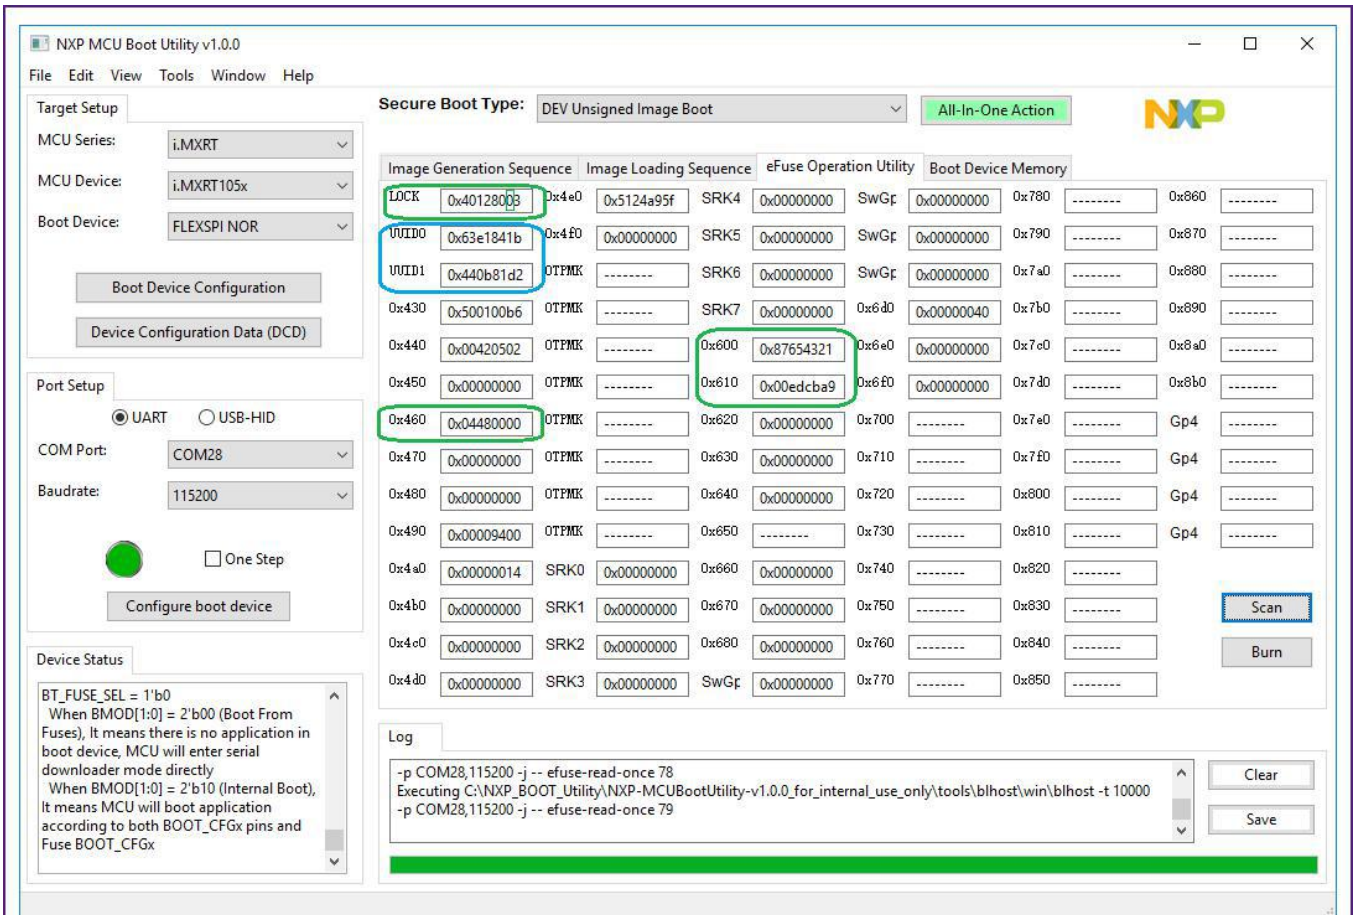
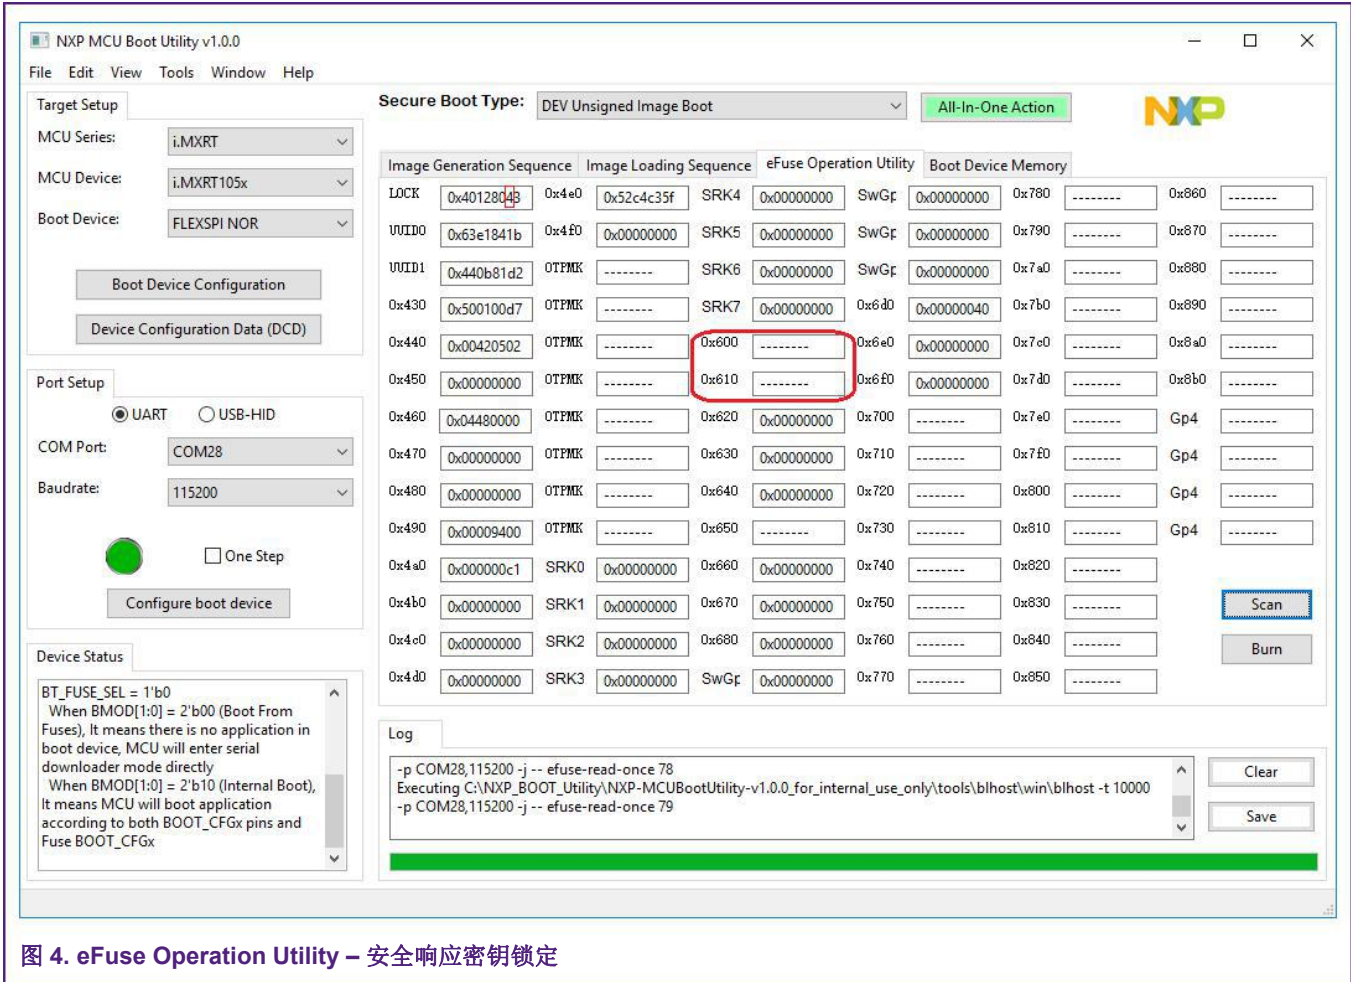

图 3. eFuse Operation Utility – 安全响应密钥配置
图 4. eFuse Operation Utility – 安全响应密钥锁定
- 读取并备份：存储在 eFuse UUID [1,0]，位置（0x420、0x410）上的 64 位“质询”值。参见图 3。
在图 3 中，MSB 存储在较高位的地址，而最左边的字节为 0x00，会被忽略。
- 最后，用户必须在 eFuse SJC_RESP_LOCK 中编程 0x1，以禁用对响应密钥的读/写访问。在该操作之后，秘密响应字段“SJC_RESP”在 fuse map 中变为“不可见”。参见图 3 和图 4。
要启用 Secure JTAG，请按照上述 使用 NXP 工具对 Secure JTAG eFuse 进行编程 提及的步骤进行操作，有关 eFuse bits 的更多详细信息，请参见表 2，图 3 和图 4。